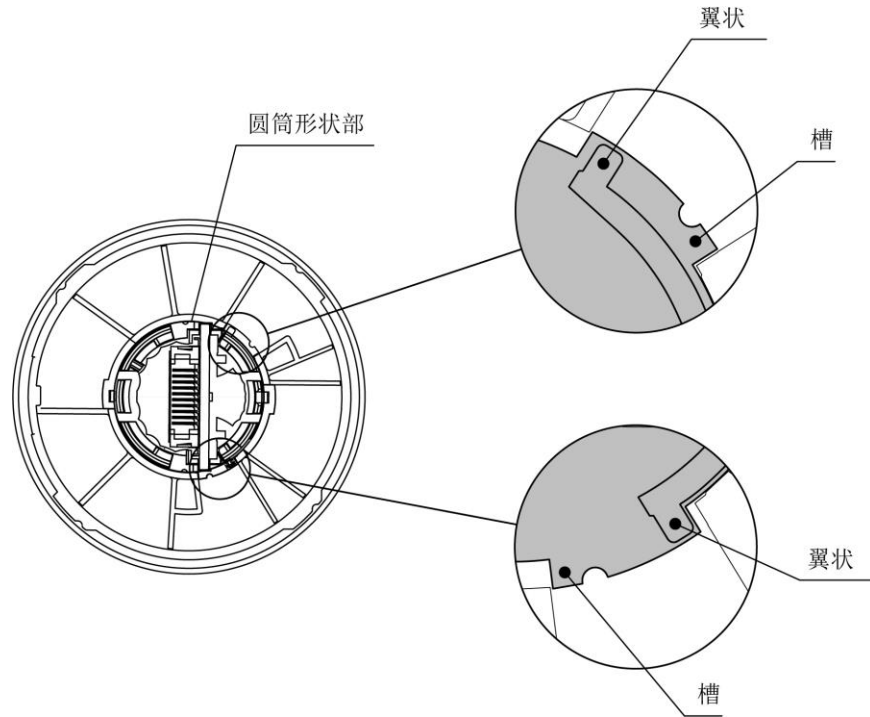
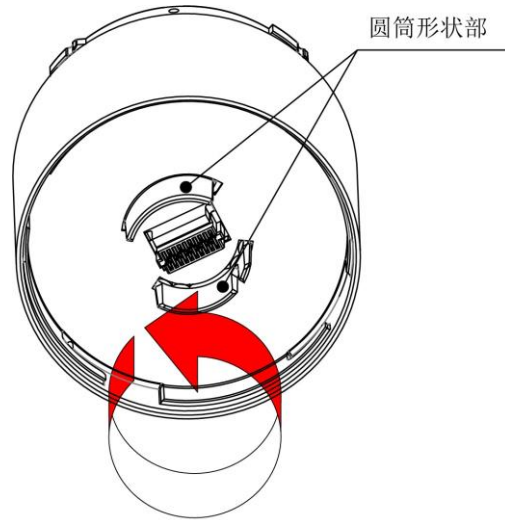

图 1
图 2
- ◇ 若 LED 单元未能顺利安装至本产品上时，请确认 LED 单元上方圆筒形状部位凸缘是否扣入槽中。如图 1 所示凸缘未扣入槽中时请参照图 2 进行安装。同时，从本产品中取下 LED 单元时，根据不同拆卸方法，可能会发生如图 1 所示凸缘从槽中脱落的情况。在该状态下再次进行安装时，可能会发生破损。
- 请逆时针旋转底面中央圆筒形状部位。（参照图 2）